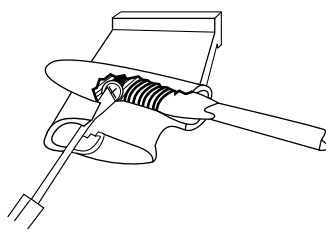

Figure 7
2. Retirez la vis qui retient le câble et le ressort de contact. (Voir Figure 7)